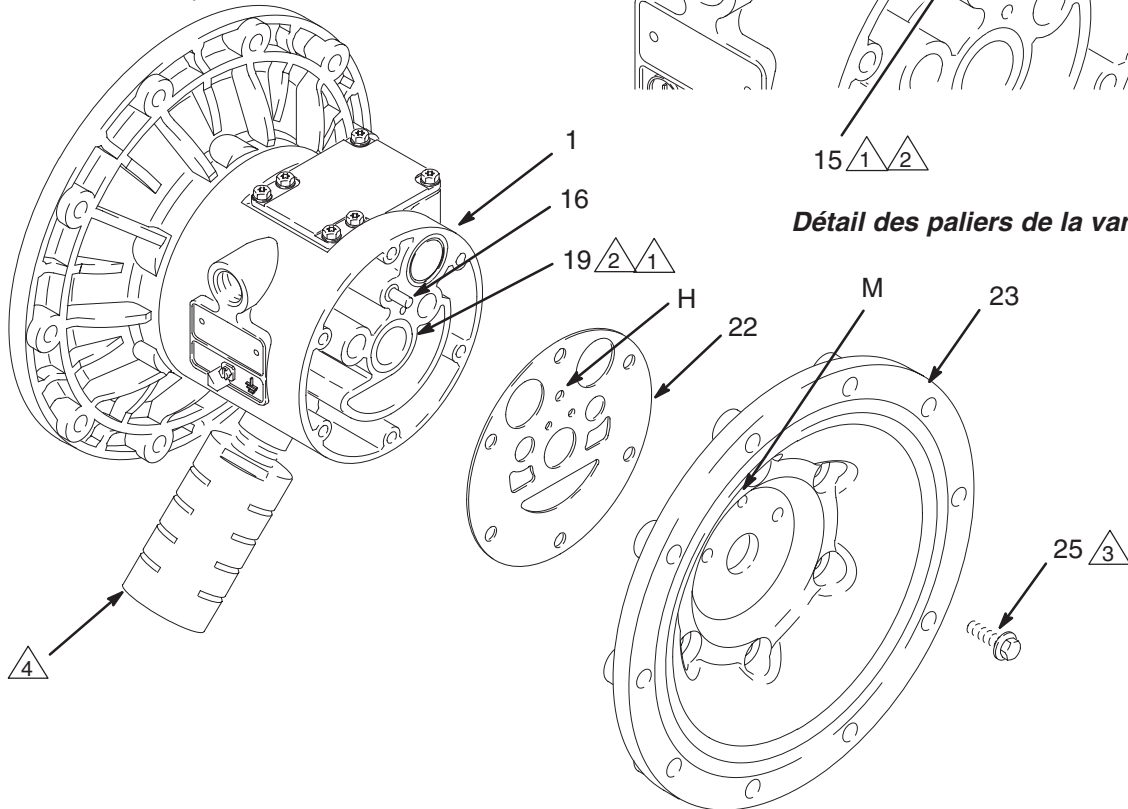

Fig. 13
**REMARQUE:** Si vous ne retirez que le palier de l'arbre de la membrane (19), sauter le point 4.
5. À l'aide d'une clé à douille de 10 mm, retirer les vis (25) retenant les capots de la vanne d'air (23) sur le corps principal (1). Voir fig. 13.
6. Retirer les joints (22) des capots de la vanne. Les remplacer systématiquement par des neufs.
1. Si elles sont retirées, placer les joints en U de l'arbre (402\*) de sorte que les lèvres soient tournées vers **l'extérieur** du corps (1).
2. Les paliers (12, 15 et 19) sont coniques et ne peuvent être montés que dans un sens. Installer les paliers dans le corps principal (1), **en introduisant l'extrémité conique en premier**. À l'aide d'une presse ou d'un maillet en caoutchouc et d'une masse, forcer le palier dans le corps principal de sorte qu'il affleure en surface.
4. Placer le nouveau joint du capot du circuit pneumatique (22) de sorte que la tige d'inversion (16) dépassant du corps principal (1) s'insère exactement dans l'orifice (H) adéquat du joint.
5. Aligner le capot d'air (23) de sorte que la tige d'inversion (16) s'insère exactement dans le trou médian (M) des trois petits trous situés à proximité du centre du capot. Enduire le filetage des vis (25) avec du Loctite® de moyenne force (bleu) ou avec du produit équivalent, et serrer les vis à la main. Voir la fig. 13. À l'aide d'une clé à douille de 10 mm, serrer les vis en diagonale et uniformément à 15–17 N•m.